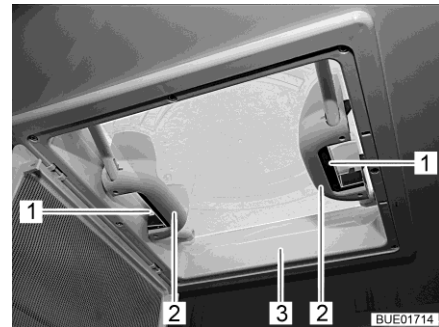

Fig. 31 Tiradores con cierres de resorte
- Presionar el cierre de resorte (Fig. 31,1) hacia el lado interior de la claraboya (Fig. 31,3). Presionar simultáneamente hacia arriba la claraboya con el tirador (Fig. 31,2).
- Tirar la claraboya (Fig. 31,3) enérgicamente hacia abajo por los dos tiradores (Fig. 31,2), hasta que los dos cierres de resorte (Fig. 31,1) hayan engatillado.